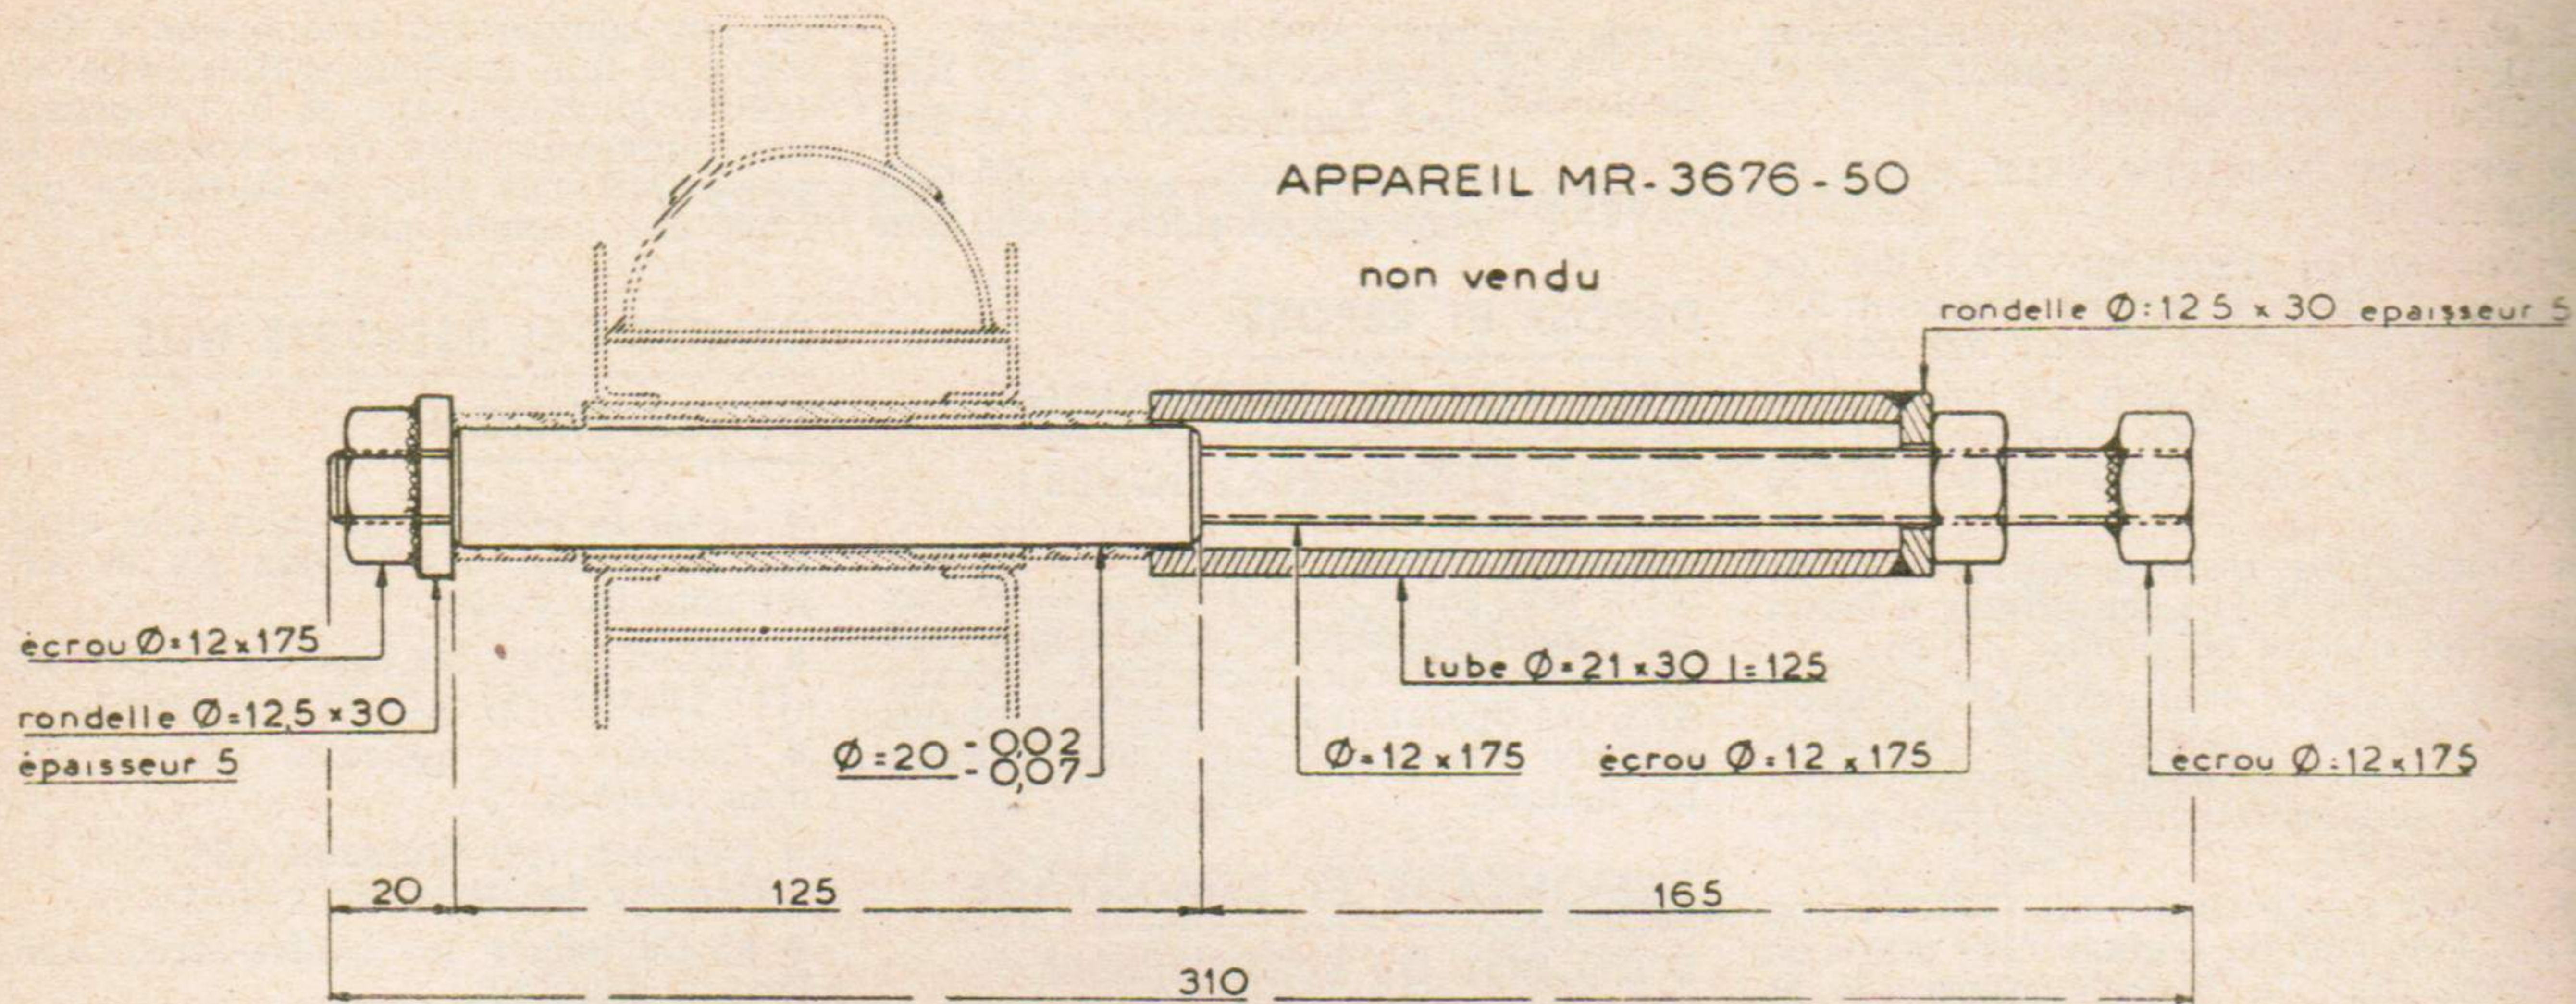

Fig. 41. — Cotes de l'appareil MR-3676-50 pour mise en place des bagues guide de suspension
• Présenter les bagues (30) dans le support.
• Les mettre en place à l'aide d'un appareil identique au MR 3676-50 (figure 41).